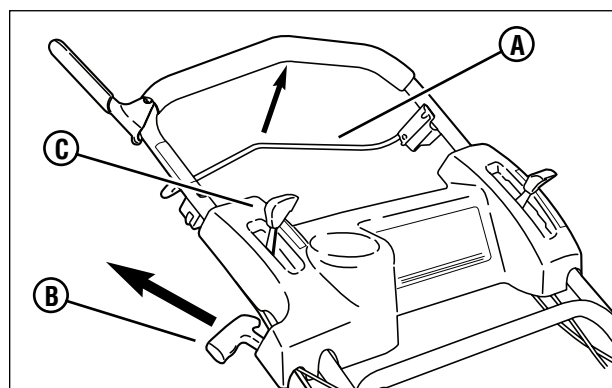

Figure 3 : Démarrage de la tondeuse
1. Déplacez la commande de vitesse de moteur (**C, Figure 3**) en passant le cran de vitesse rapide (lièvre) vers la position enrichisseur (Choke).